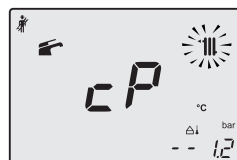

Figura 9.23
- Pulsando el botón 19 se puede modificar la potencia en modalidad deshollinador: el display LCD muestra las letras **cP** alternadas con el valor de temperatura del agua de calefacción (ej. **78**); estamos en la "función deshollinador" a la potencia máxima en calefacción (Figura 9.23);